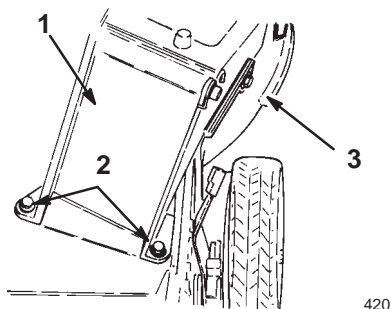

Figure 28
1. Boulon (4)
3. Montez l'ensemble éjecteur et volet sur la tondeuse en faisant coïncider les trous de l'éjecteur et ceux de la tondeuse (Fig. 28)